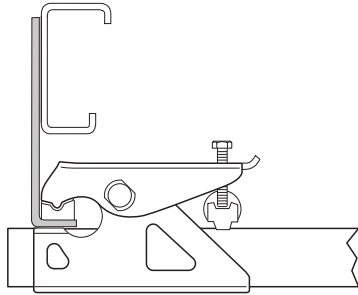
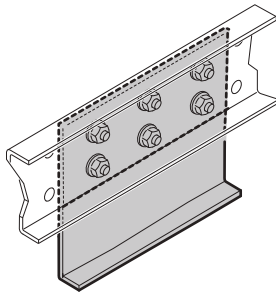

Fig. 11
Fig. 12
- Plaques de montage pour la compensation de la hauteur pour châssis standard avec profilé en L ou en U (Fig. 11) (Fig. 12).